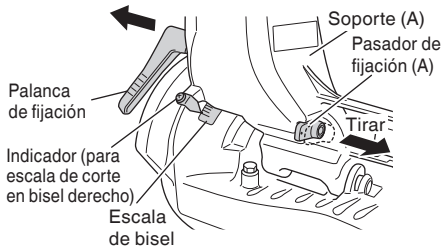

Fig. 28
- (1) Afloje la palanca de fijación e incline la hoja de sierra hacia la izquierda o la derecha. Cuando incline la cabeza del motor hacia la derecha tire del pasador de fijación (A) hacia la parte posterior. La palanca de fijación adopta el sistema de enganche. Cuando el banco de trabajo entra en contacto con el cuerpo principal, tire de la palanca de fijación en la dirección de la flecha tal como se observa en la Fig. 28, y cambie la dirección de la palanca de fijación.
- (2) Ajuste el ángulo de inclinación hasta el valor deseado observando la escala de ángulos de bisel y el indicador, y después asegure la palanca de fijación.
- (3) Siga los procedimientos indicados en los párrafos 4, 5 y 6 anteriores. Con respecto a las dimensiones máximas para biselado, consulte "ESPECIFICACIONES" de la página 93.